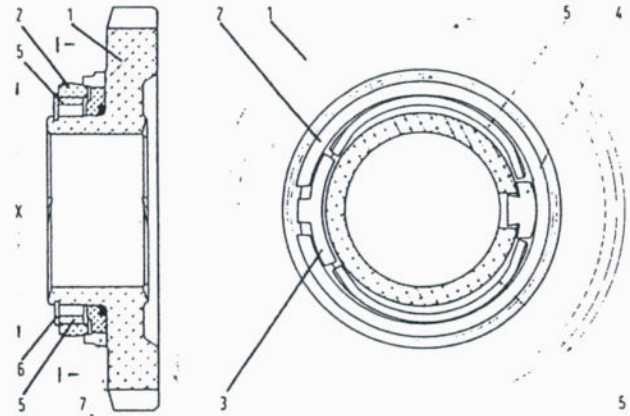
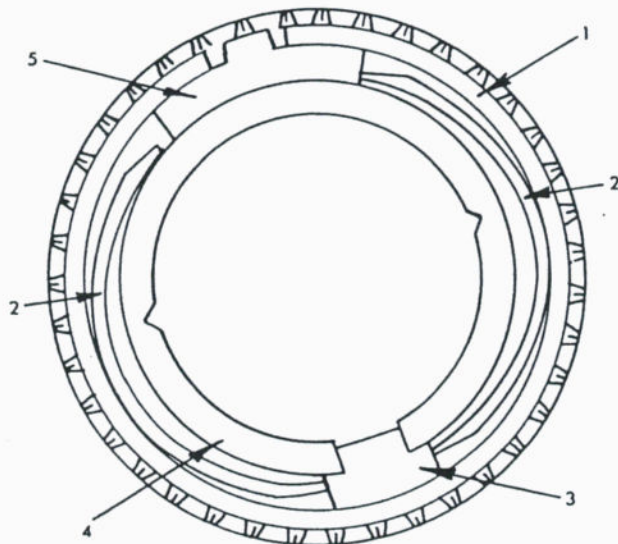

Bild 120
Bild 119
Beim Synchronisierkörper für den fünften Gang (siehe Bild 119) kontrollieren, ob der Synchronisiering (1) nicht lose auf seinem Sitz am Zahnrad ist. Die Verzahnung der Schiebemuffe darf nicht abgenutzt oder vergratet sein (schlechtes Schalten). Bild 120 zeigt einen Schnitt durch den zusammengebauten Synchronisierkörper für den fünften Gang und gibt die Lage der einzelnen Teile an. Alle Dichtringe sollten in jedem Fall erneuert werden, da es billiger kommt als ein erneuter Ausbau des Getriebes aufgrund von Undichtheit eines Öldichtringes.